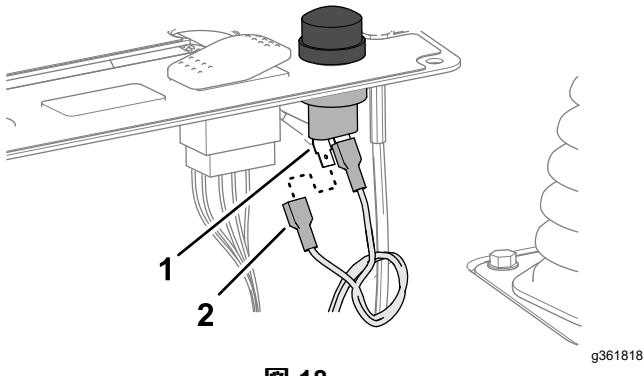

図 18
4. ワイヤーハーネスのうち、HORN SWITCHというラベルのついた端子2個を、ホーンスイッチの端子に接続する図 18。